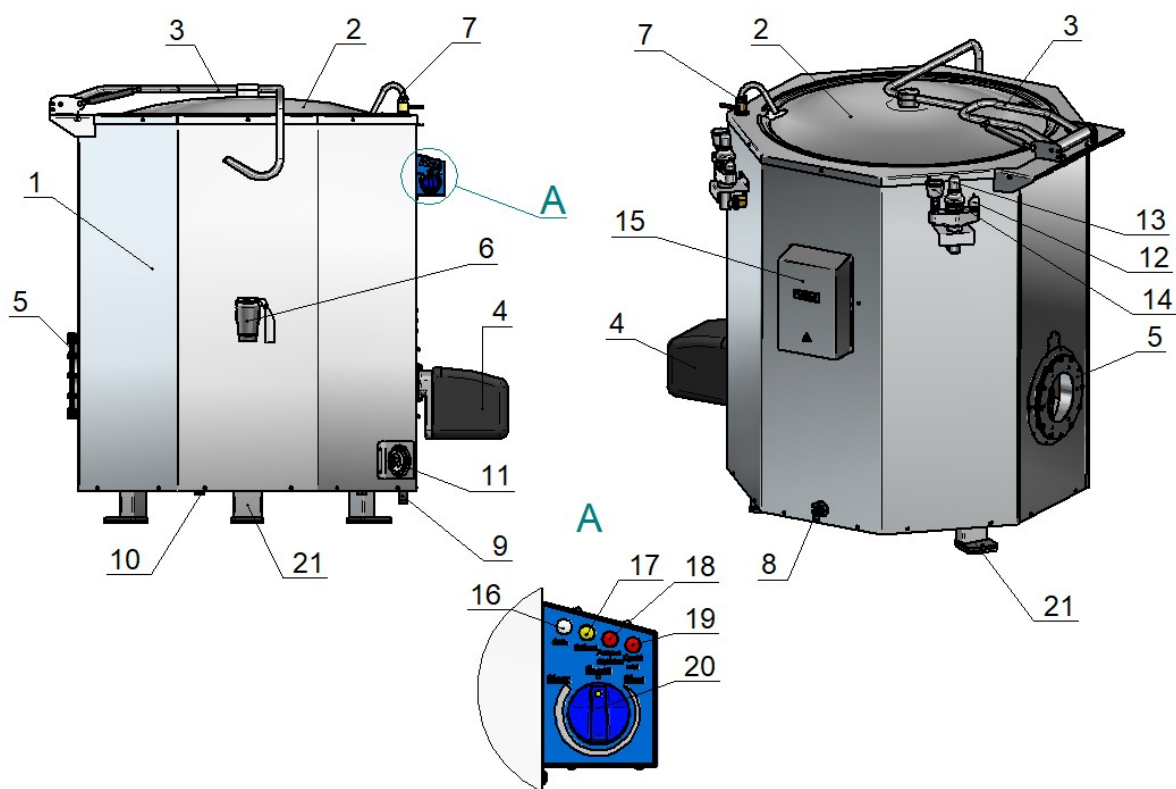

Рис. 1
Устройство котла приведено на рис. 1.
Уровень воды, заливаемый в парогенератор через заливную воронку (рис. 1 поз. 14), контролируется краном уровня (рис. 1 поз. 8). Контроль полного погружения в воду жаровой трубы теплообменника обеспечивают два датчика контроля уровня воды (датчики «сухого хода») и электронный блок. Под термином «Сухой ход» принято понимать положение, при котором детали теплообменника вследствие понижения уровня воды в «рубашке» оказываются полностью или частично не погружены в воду.
Вода в варочный сосуд котла подается через кран залива (рис. 1 поз. 7), подключение которого к водопроводной трассе осуществляется через сгон 9 и шланг подвода с резьбовой гайкой (G $\frac{3}{4}$ ”).
Крышка варочного сосуда (рис. 1 поз.2) при открытии фиксируется при помощи газовых пружин механизма подъема крышки 3.
Слив содержимого из варочного сосуда производится через сливной кран (рис. 1 поз. 6). Отверстие к сливному крану, расположенное внутри сосуда, закрывается съемным фильтром.
- сигнальная лампа «Сеть» (Рис. 1 поз. 16, белый светофильтр);
- светосигнальная арматура «Работа» (Рис. 1 поз. 17, желтый светофильтр);
- сигнальная лампа «Авария горелки» (Рис. 1 поз. 18, красный светофильтр);
- сигнальная лампа «Сухой ход» (Рис. 1 поз. 19, красный светофильтр);
- переключатель мощности (Рис. 1 поз. 20).
На передней облицовочной панели установлен электроконтактный манометр (рис. 1 поз. 11).
Заливная воронка с краном служат для залива воды в паровую рубашку (рис. 1 поз. 14).
Для предотвращения чрезмерного повышения давления в пароводяной рубашке установлены два предохранительных клапана (рис. 1 поз 13), которые срабатывают при превышении давления в рубашке (50÷65) кПа (0,50÷0,65 кгс/см²). Для предотвращения создания чрезмерного разрежения установлены два вакуумных клапана (рис. 1 поз. 12), которые срабатывают при создании разрежения в пароводяной рубашке более 0,01 кгс/см².
Регулирование величины мощности нагрева котла производится установкой ручки переключателя (рис. 1 поз 11) в положение «1», «2», «3», что соответствует слабому, среднему и сильному нагреву. Отключение нагрева производится установкой ручки переключателей в положение «0».
Электроконтактный манометр расположен на панели управления (рис. 1 поз. 16) и настроен на верхнее рабочее давление 0,60 кгс/см² и 0,45 кгс/см² - нижнее рабочее давление. При достижении давлением внутри рубашки котла верхнего значения давления электроконтактный манометр выдает сигнал на блок управления. В свою очередь блок управления формирует команду на отключение всех электронагревателей. Электронагреватель находится в отключенном состоянии, пока давление внутри рубашки не достигнет нижнего значения задания давления на электроконтактном манометре.
- на месте установки котла подведен многожильный гибкий кабель с сечением проводников 16мм² (например КГН5х16) и длина кабеля имеет запас по длине для подключения к клеммам расположенным внутри блока управления котла (рис. 1 поз. 9).